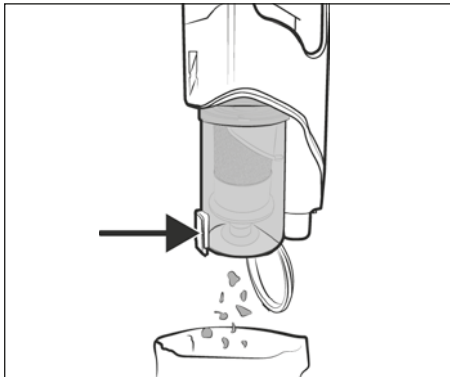

Fig. 19
- 2) Sostenga el depósito de polvo ⑦ sobre el cubo de la basura y pulse el botón de desencastre de la tapa del depósito de polvo ⑧. Tras esto, se abre la tapa del depósito de polvo ⑨ y el contenido cae al cubo de la basura (consulte la fig. 19). A continuación, cierre la tapa del depósito de polvo ⑨.